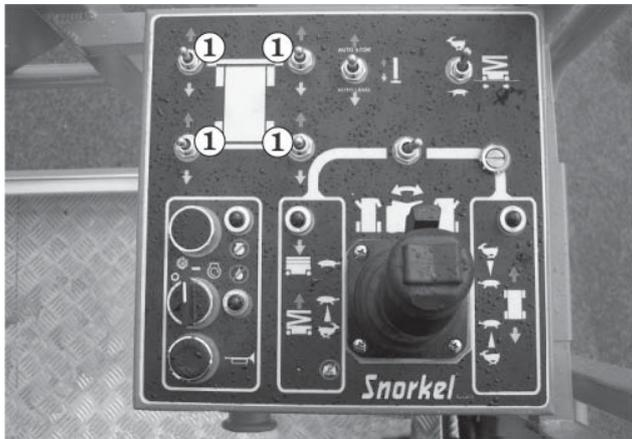
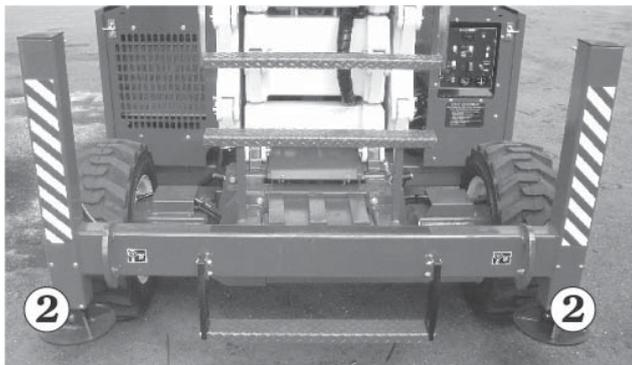

Abb. 8.20
Abb. 8.21
2. Die **Stabilisatoren-Schalter** ① (siehe Abbildung 8.20) hintereinander nach hinten ziehen und halten, bis alle vier Stabilisatorenfüße ② (siehe Abb. 8.21) den Boden berühren.